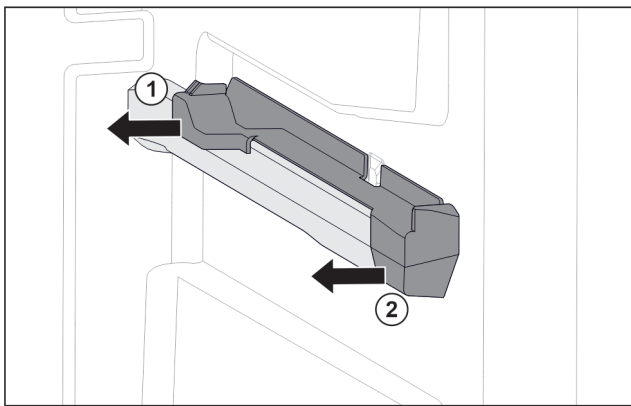

Fig. 47 Element nasadzany na prawym żebrze pojemnika
- ▶ Odciągnąć element nasadzany z tyłu w bok. Fig. 47 (1)
- ▶ Odciągnąć element nasadzany z przodu w bok. Fig. 47 (2)